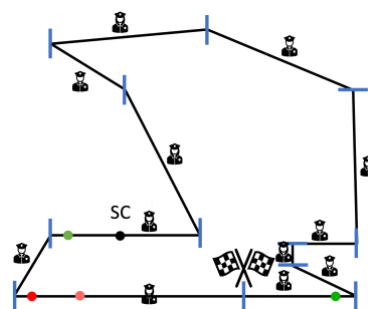

Figure 1 : Exemple de modélisation d'un circuit et des acteurs qui y sont présents (commissaires, pilotes de P1 et de SC).
Dans ce projet, on désire modéliser le **circuit** de manière simplifiée. Sur le circuit, où la compétition se déroule, des **voitures** circulent pour un nombre limité et fixé de tours et des **commissaires** (qui sont des **acteurs du WE**) y officient. Le circuit est découpé en **tronçons**, chaque tronçon possède un point de départ et un point d'arrivée (dont les coordonnées cartésiennes sont données en kilomètre). Le point de départ du premier tronçon constitue la ligne de départ/arrivée ; il en va de même pour le point d'arrivée du dernier tronçon. Ces points seront reliés entre eux par de simples droites, voir figure 1. Chaque tronçon est caractérisé par sa cambrure : lent ; moyen ; rapide. Cette caractérisation est importante, car plusieurs propriétés en découlent.
- Permettre le lancement de la simulation avec ou sans l'affichage des différents pas de simulation. Pour la partie affichage, rester sur des solutions simples, comme montré à la Figure 1.